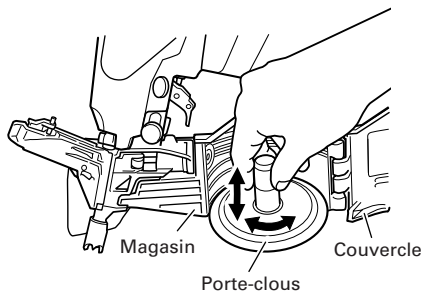

Fig. 2
- Réglez la position du support de clou en fonction de la longueur du clou. (Fig. 2)